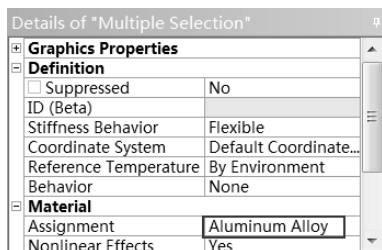

图 5-134 更改材料
Step3：单击 Details of “Multiple Selection” 栏中 Assignment 选项后的  按钮，如图 5-134 所示，选择 Aluminum Alloy 选项。